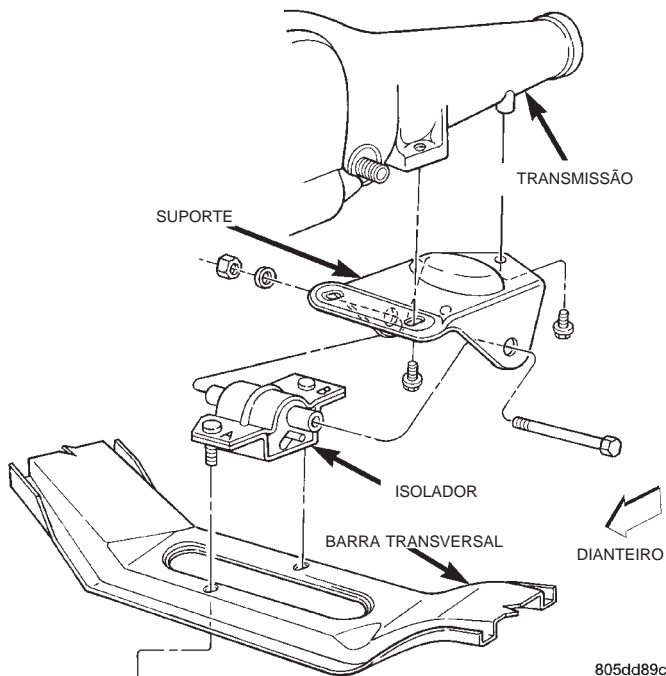

Fig. 27 Suporte Traseiro do Motor
- (1) Desconecte o cabo negativo da bateria.
- (2) Levante o veículo no içador.
- (3) Remova o parafuso comprido e a porca.
- (4) Sustente a transmissão com um macaco. Suspenda a transmissão devagar.
- (5) Remova as porcas que prendem o isolador a barra transversal (Fig. 27).
- (6) Remova o isolador.